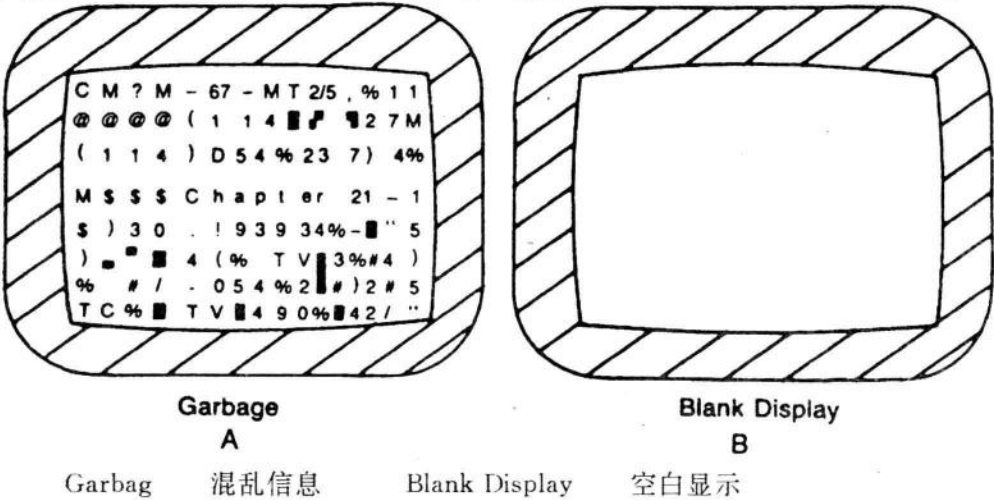

图 1-1 典型的计算机故障叫做“混乱信息”。当此症状发生时,显示突然被锁住,并充满了如 A 中的无规则的字符、符号、数字或黑或白的空间。同样情况的一种变化是图 B 中的无显示屏幕。当故障与硬件有关时,通常可以在存有处理器、ROM、RAM 或 I/O 芯片的电路板上发现。
循序渐进地寻找故障过程即是排除故障的一个步骤。第一步是查看所有的症状,排除那些与手头症状毫无牵连的部件,集中于那些用得上的。例如:如果你的显示器突然失控,显示出图 1-1 所示的各种混乱的单词,那么你面临的是被维修人员称作“混乱信息”的常见症状。当然,你应该参看正文关于“混乱信息”的图示。然后参考正文中专门论述这一问题的章节。此时不要再被讲其它症
1. **混乱信息显示**(图 1-1)。计算机最有名的症状叫作“混乱信息”。当显示的不再是正文,而充满了不连贯的符号,黑的白的空间,或其它无任何意义的数字时,技术员就知道“混乱信息”发生了。当你在键盘上击键,正确的符号也许显示,也许不显示,这也是一种“混乱信息”现象。